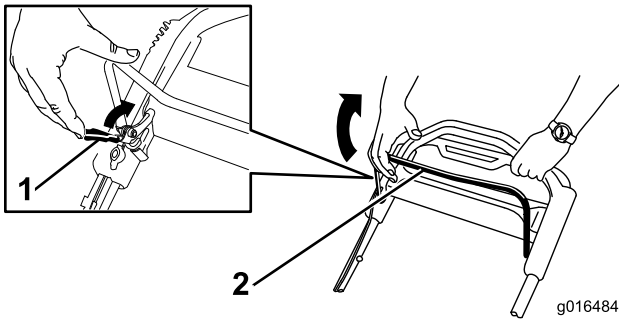

Figura 21
1. Tire hacia atrás del seguro de la barra de control de las cuchillas hasta que llegue a la barra de control de las cuchillas (Figura 21).
2. Tire hacia atrás lentamente **Figura 21 de la barra de control de la cuchilla hasta que llegue al manillar** ().